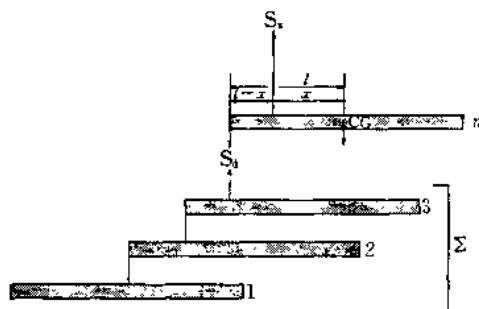

图 10 “公正”单元件的平衡原理
1、公正 公正属棒/丝魔摆,它由等长的棒或丝组成,各单元件水平挂在相邻单元件的端点(下挂点 S_d)上,如图 10 所示。以第 n 个单元件为例进行分析,它的挂点 S_d 挂有 $n-1$ 个单元件,它的悬点 S_u 距单元件重心 CG 的长度是 x ,单元件一半的长度是 l , m 为各单元件的重量,那么第 n 个单元件的静态平衡式为